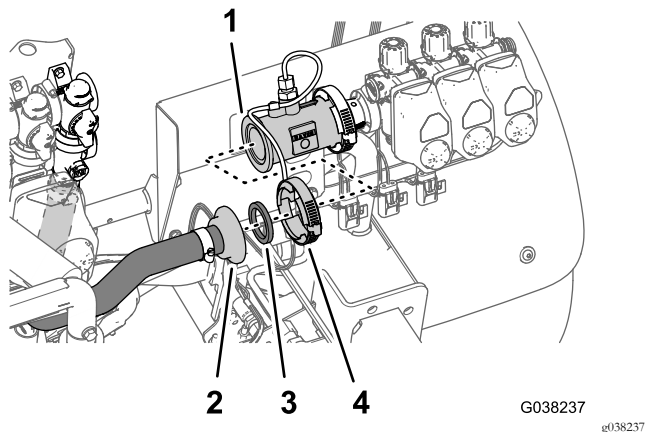

Figura 55
- Alinee el acoplamiento con brida dentado de la manguera del caudalímetro y la junta que retiró en el paso 3 de Retirada del caudalímetro de los distribuidores de las válvulas (página 11) con la brida de la entrada del caudalímetro (Figura 55).
- Sujete la manguera del caudalímetro al caudalímetro con la abrazadera (Figura 55) que retiró en el paso 1 de Retirada del caudalímetro de los distribuidores de las válvulas (página 11)